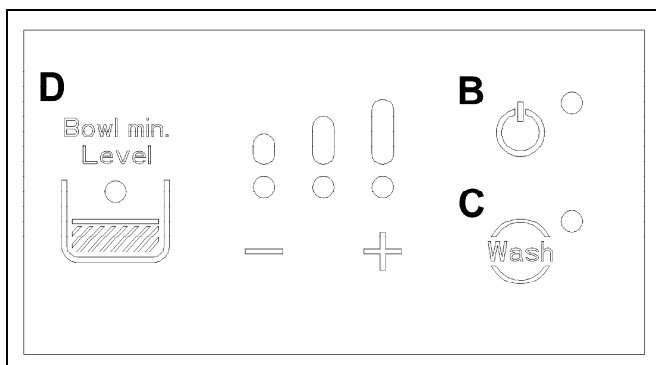

Fig. 12
- Quando il LED del livello prodotto D insieme al LED di accensione B (fig.12) sono accesi e si sente un allarme sonoro, significa che il livello del prodotto nella vasca superiore è basso e deve essere pertanto ripristinato; in queste condizioni la macchina è bloccata e funzionano solo il motore e la pompa in fase di erogazione fino a quando il livello non verrà ripristinato.